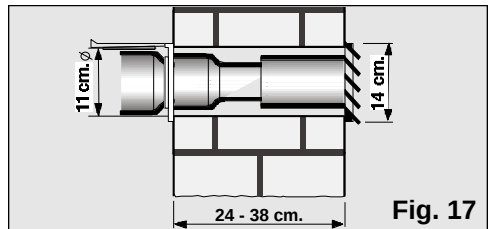

Fig. 17
- ❑ Para expulsar o ar quente através da parede é preciso efectuar um buraco na mesma para colocar o isolador de passagem. **Fig. 17.**